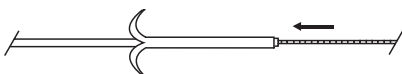

Fig. 2
- b) Con la punta del catetere raddrizzata, fare avanzare il catetere sulla guida. (Fig. 2)